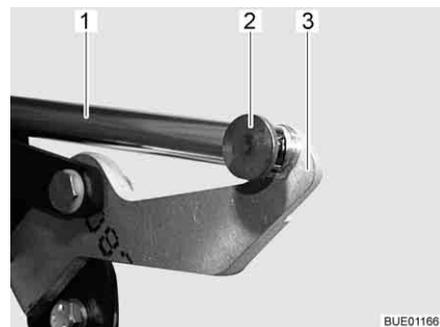

Fig. 103 Accionamiento
- Desmontar la unión (p. ej. perno y pasador elástico) (Fig. 103,2) entre la biela (Fig. 103,1) y la palanca (Fig. 103,3).